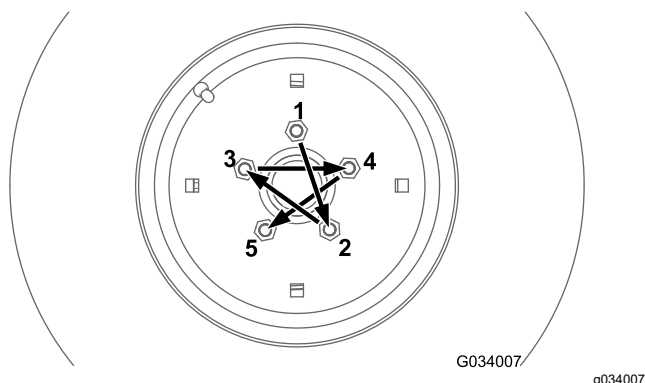
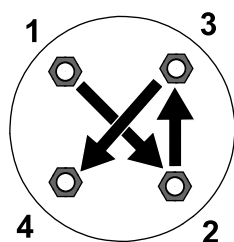

Figura 69
Figura 70
Serrate i dadi delle ruote anteriori e posteriori (solo macchine con trazione integrale) secondo lo schema illustrato nella Figura 69 e nella Figura 70 alla coppia specificata.
- Ruote anteriori: fate riferimento a Figura 69
- Ruote posteriori (solo macchine con trazione integrale): fate riferimento alla Figura 70